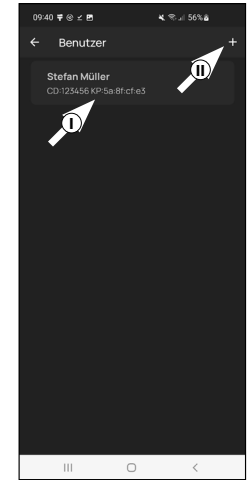

Abb. 2
- Sie sehen eine Auflistung der bereits angelegten Benutzer. Dem Administrator wurde bereits automatisch ein Benutzerprofil mit Schlossöffnung per Smartphone angelegt. Tippen Sie dieses an (I) (Abb. 2).
- Hinweis:** Alternativ können Sie an dieser Stelle auch ein neues, zusätzliches Benutzerprofil anlegen. Tippen Sie dafür auf das „+“ oben rechts (II) (Abb. 2).